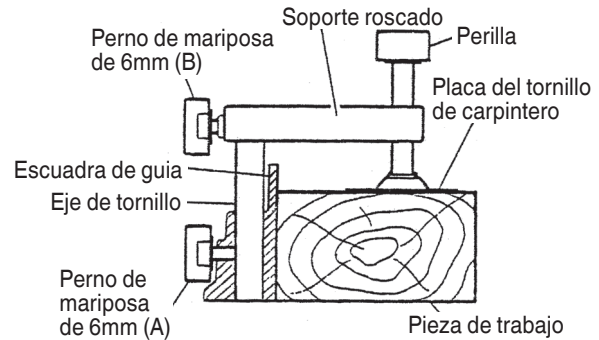

Fig. 21
- (1) El conjunto de tornillo de carpintero puede montarse en la escuadra de guía izquierda (escuadra de guía (B)) o bien en la escuadra de guía derecha (escuadra de guía (A)) aflojando el perno de orejas de 6mm (A).
- (2) El portatornillo puede elevarse o bajarse de acuerdo con la altura de la pieza de trabajo aflojando el perno de orejas de 6mm (B). Después del ajuste, apriete firmemente el perno de orejas de 6 mm (B) y fije el portatornillo.
- (3) Gire la perilla superior y fije firmemente la pieza de trabajo en su lugar (Fig. 21).